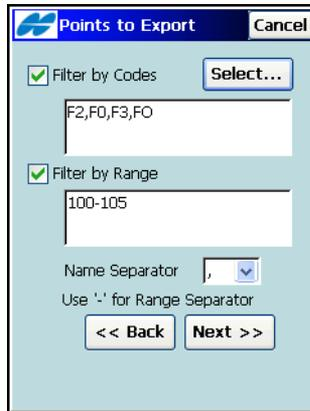

Abbildung 5-22. Punkte für das Exportieren
5. Wenn *Nach Entfernung* u. *Code* in der Liste *Punkte* gewählt wurde, erscheint das Fenster ***Punkte für Export***. Wählen Sie dort die zu exportierenden Codes und Punktbereiche (Abbildung 5-22 auf Seite 5-17).